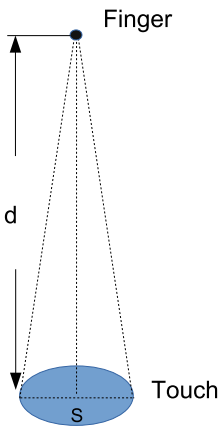

图 39-6. 感测面积示意图
- 检测距离 (d) 最大为 16 cm（感应面积 (S) 为 20 cm²），如图 39-6 所示。